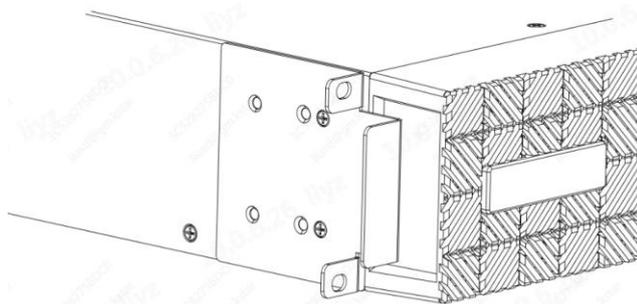

Рисунок 9-2. Монтажные отверстия
8. Совместите монтажные кронштейны с отверстиями для винтов с каждой стороны ИБП и закрепите их прилагаемыми винтами M4×8 (см. Рисунок 9-2).